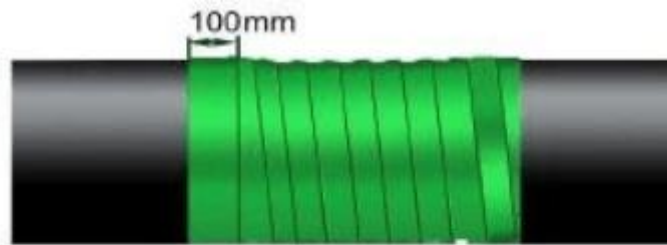

图6
④从一端开始，保持轻柔的张力螺旋缠绕防腐胶带，缠绕过程中保持胶带平整，按照搭接线的提示进行搭接，边缠绕边用力按压胶带搭接部位，使搭接部位平整、密封良好，持续缠绕直到另一端，结束部位原位缠绕一周，如图 6 所示。